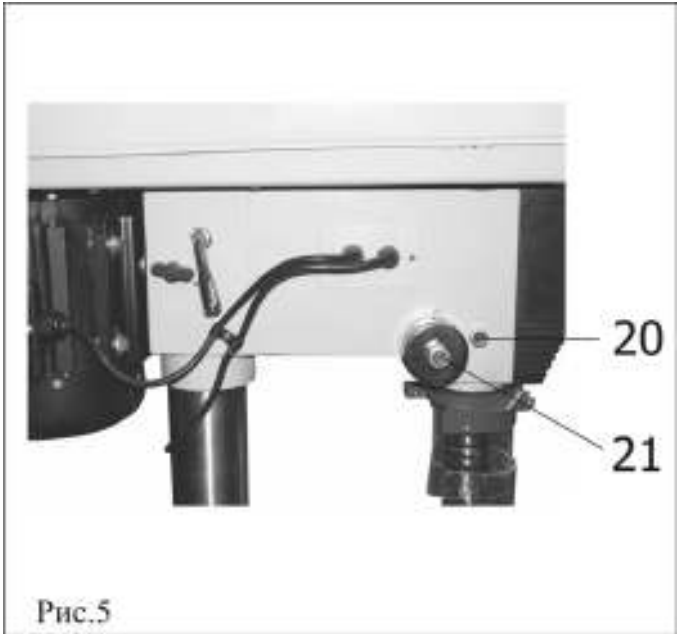

Рис.5
9.15. Проверьте наличие поперечного люфта шпинделя, покачав за сверлильный патрон (6), Рис.2. Если люфт ощутим, его можно минимизировать, проворачивая по часовой стрелке винт (20), Рис.5 (предварительно отпустите контрящую гайку, а по завершению регулировки – вновь затяните ее). Помните, затягивая винт (20), Рис.5, Вы прижимаете шпиндель. Усилия возвратной пружины может оказаться недостаточно для автоматического подъема шпинделя в исходное положение.
9.16. Регулировка усилия возвратной пружины шпинделя осуществляется вращением регулировочного болта (21), Рис.5.